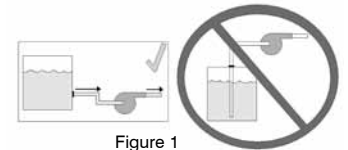

Figure 1
Your Little Giant pump is delivered to you pretested from the factory. In order to prevent damage to the ceramic impeller shaft during shipping, the impeller (item 4) has not been assembled within the pump head. The pump may be installed in any position. It may be mounted vertically with the pump head down. Proper plumbing connections should be made. See specification table to determine what size intake and discharge your pump has. Use a thread sealer on all pipe connections and hand tighten only. Note: a roll of PTFE pipe seal tape is supplied. Do not use a wrench to tighten the connections. Excessive force may damage the plastic part. Make sure the bolts are tight before operating the pump. The motor nameplate lists all data. Make sure the pump is wired according to diagram under wiring compartment cover. These pumps are not submersible. Operate the pumps only in the in-line mode. Do not put the units in liquid. Pump should be installed in a dry area and protected from splash. These pumps are not self-priming. IMPORTANT: These pumps must be installed so that the pump head (volute) is flooded before starting. That is, the inlet of the pump must be below the level of the surface of the liquid being pumped. (See Figure 1.)
Ces modèles ne sont cependant pas submersibles. Ne faire fonctionner les pompes qu'en série et ne pas les immerger. Elles devraient être placées dans un endroit sec à l'abri des éclaboussures. L'autoamorçage n'est pas disponible pour ces modèles. La pompe doit être installée de façon à ce que la volute soit remplie au moment de l'amorçage. Ne pas entraver son aspiration. S'assurer que les tuyaux utilisés pour l'aspiration sont du diamètre correspondant aux filets intérieurs de la prise d'aspiration. Si un débit plus faible est requis, réduire le refoulement et non l'aspiration (Fig. 1). La meilleure façon de réduire le débit d'une pompe est d'installer une vanne de sortie ou un dispositif semblable sur le tuyau de refoulement. Lorsqu'une telle vanne est utilisée, vous pouvez augmenter le régime de la pompe et ainsi obtenir la pression et le débit voulus sans enjammer le moteur ni les pièces de la pompe. Éviter d'installer la pompe où elle pourrait être claboussée ou arrosée.
Estas bombas no son sumergibles. Use las bombas sólo en el modo En-línea. No coloque las unidades en líquido. La bomba se debe instalar en un área seca y protegida contra salpicaduras. Estas bombas no son modelos autocebantes. Deben instalarse de tal manera que la cabeza de bombeo (voluta) se encuentre inundada al momento en que la bomba se ponga en marcha (Fig. 1). No restrinja el lado de la toma de la bomba. Las conexiones en el lado de la toma no deben hacerse con un tubo, manguera o tubería de diámetros interiores menores que el diámetro interior de toma según la designación de rosca de la toma. Si se requiere un flujo reducido, restrinja el lado de la descarga. El método apropiado para reducir el flujo de la bomba es la instalación de una válvula u otro tipo de dispositivo de restricción en el lado de la descarga. Cuando se use una válvula, el flujo de la bomba puede estrangularse a fin de proporcionar diversos niveles de flujo y presión sin dañar el motor ni las partes de la bomba.